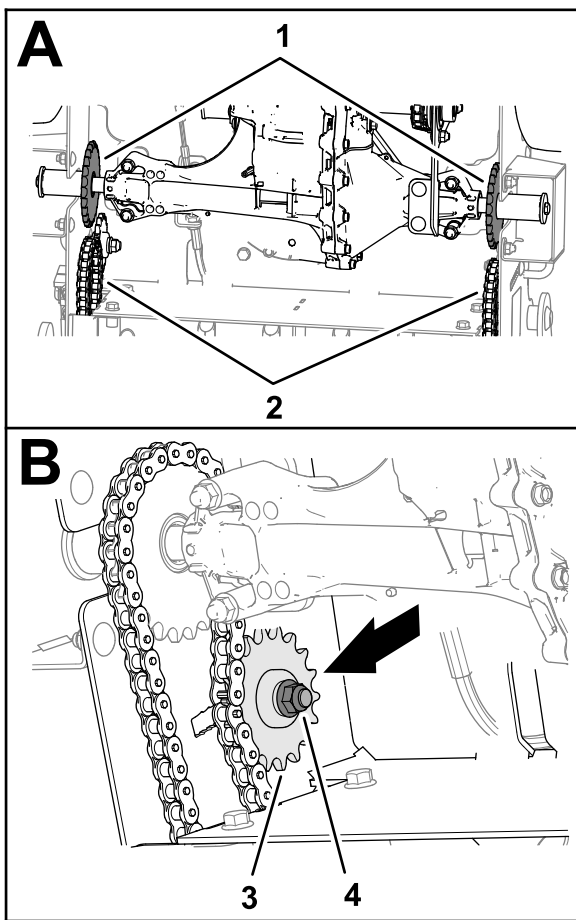

Figura 66
3. Monte las cadenas de transmisión en los piñones de transmisión de los taladros delanteros y los piñones tensores (Figura 66), y sujete las cadenas con los conectores.